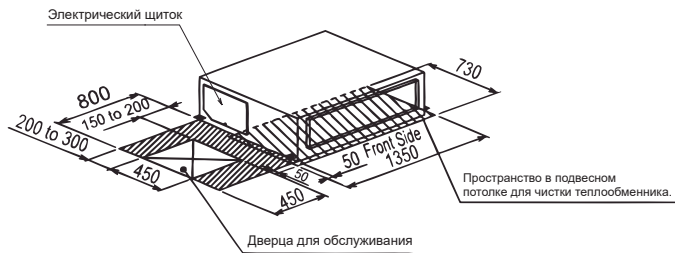

Рис. 4.1 Зоны для работы и обслуживания
- Установите внутренний блок с соблюдением соответствующих расстояний вокруг него для обеспечения эксплуатации и технического обслуживания, см. рис. 4.1.